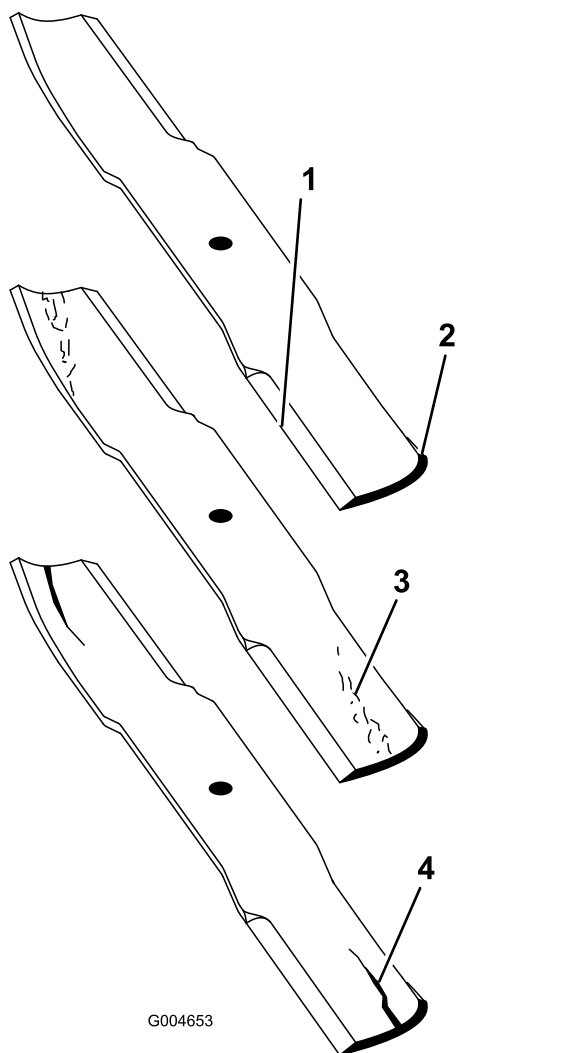

Bild 118
2. Prüfen Sie die Schnittkanten des Messers sorgfältig, insbesondere dort, wo die geraden Flächen die gebogenen berühren (Bild 118).
Hinweis: Da Sand und anderes reibendes Material das Metall abschleifen kann, das die flachen mit den gebogenen Teilen verbindet, müssen Sie das Messer vor jedem Einsatz des Rasenmähers prüfen. Wenn Sie Abnutzungen (Bild 118) feststellen, sollten Sie das Messer auswechseln.